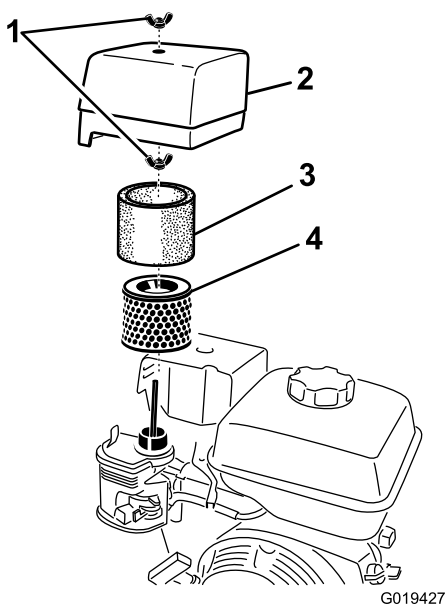

Figura 13
3. Retire la tuerca que sujeta la tapa (Figura 13).
6. Separe cuidadosamente de la base los elementos de gomaespuma y de papel (Figura 13).
7. Separe el elemento de gomaespuma del elemento de papel (Figura 13).